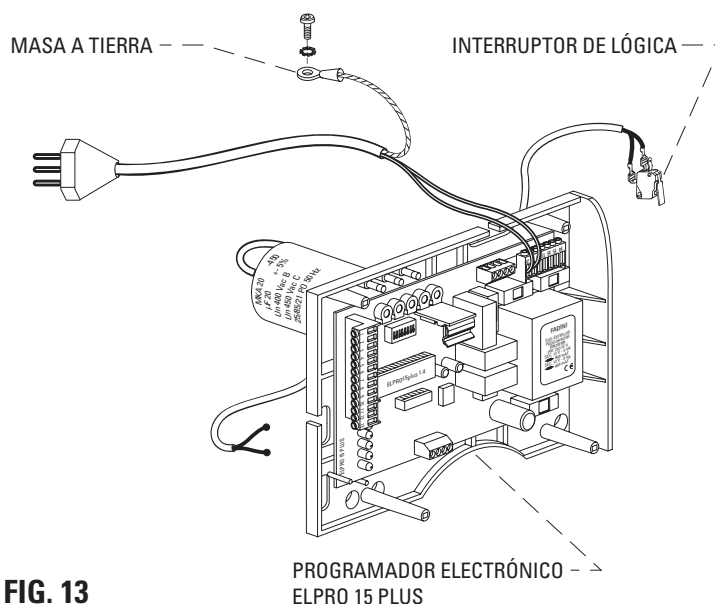

FIG. 13
• Se hace presente que en la caja del programador electrónico, en el lado derecho, se encuentra el interruptor de desconexión **baja tensión**, que cierra el contacto cuando se posiciona la tapa de la caja. Fig. 13.